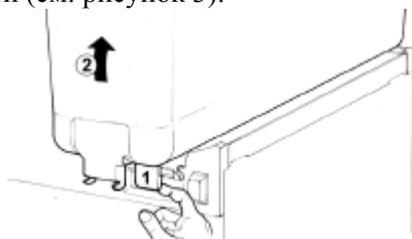

Рисунок 3
- Снимите пустую емкость, нажав на рычаг (1) и приподняв емкость за переднюю часть (со стороны крана), сдвигая в сторону от прокладки емкости (см. рисунок 3).